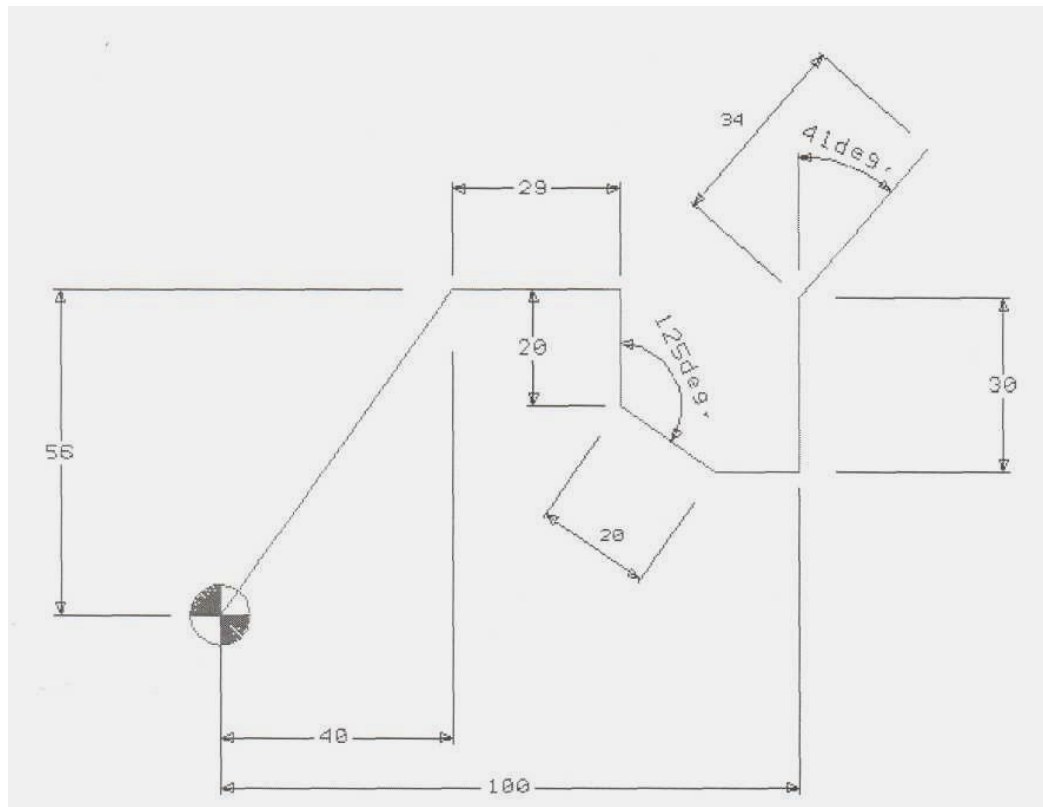

Рисунок 1.3 - Чертеж непрерывной полилинии.
4. Продолжите ввод следующих точек, используя абсолютные координаты, приращения и полярные координаты по чертежу (рис. 1.3).